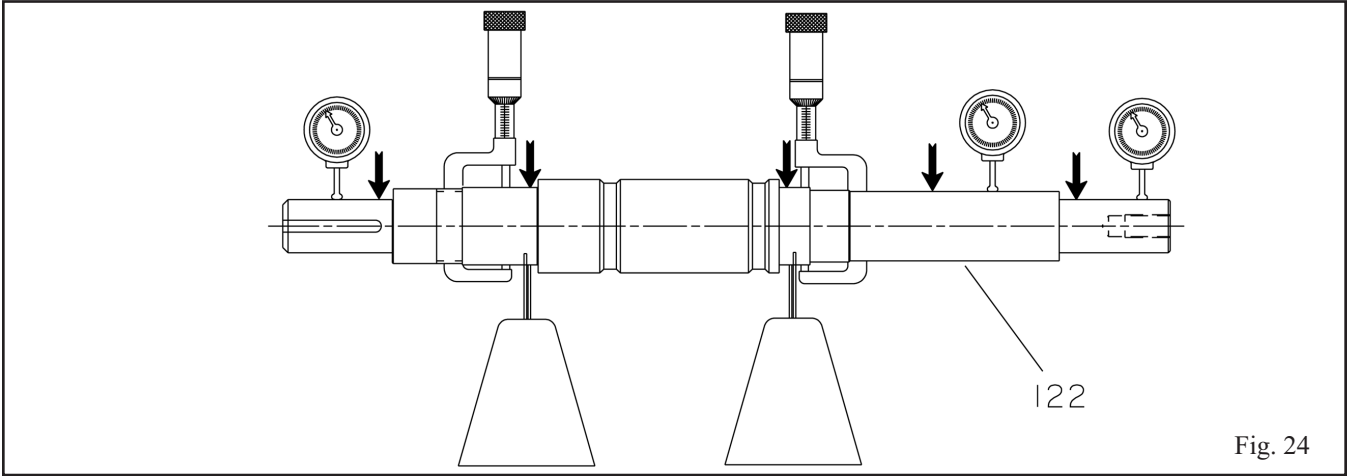

Fig. 24
1. Verifique as conexões dos mancais. Se alguma estiver fora da tolerância mostrada nas Tabelas 5 ou 5A, substitua o eixo (Fig. 24).
2. Verifique a superfície do eixo para ver se há danos, especialmente nas áreas indicadas pelas setas na Fig. 24. Substitua se os danos forem além do reparo razoável.